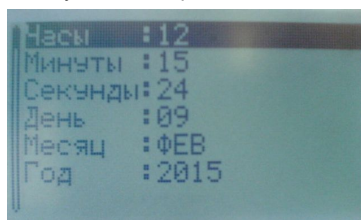

Рис.14
7.4.2. Подменю «Установить время» (рис.14) назначено для установки времени и даты